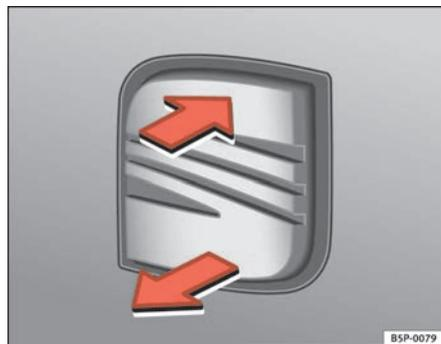
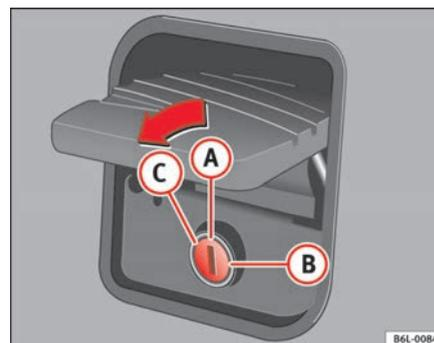

Fig. 50 Capot de coffre : ouverture de l'extérieur
Fig. 51 Verrouillage du capot de coffre
- Tirez sur le levier et levez le hayon ⇒ fig. 50. Le trou de la serrure doit être en position verticale ⇒ fig. 51 (A).
L'œil de la serrure (A) ⇒ fig. 51 étant en position verticale, le coffre s'ouvre et se ferme automatiquement au moyen du verrouillage centralisé. D'autre part, le coffre arrière peut être ouvert ou fermé à clé.
L'œil de la serrure étant en position horizontale (B) ⇒ fig. 51, une fois le coffre arrière fermé, il reste verrouillé en permanence une fois fermé et ne pourra être ouvert qu'avec la clé principale.
Pour ouvrir le coffre arrière, il faut tourner la clé au maximum (C) ⇒ fig. 51 dans le sens de la flèche. Dans cette position, la clé ne pourra pas être sortie de la serrure. ▶